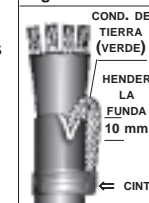

Fig. 2
- Plegar el conductor desnudo de puesta a tierra sobre la funda y encintarlo a ella, cubriendo el extremo de los hilos como se muestra en la fig. 2.